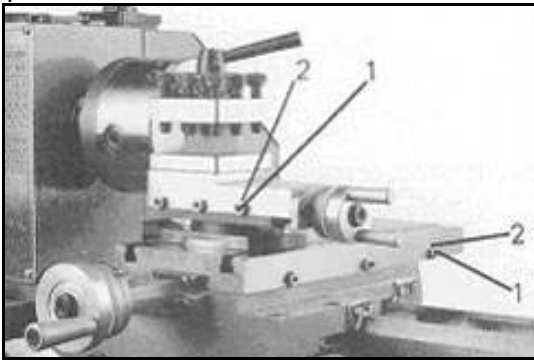

Рис.28
Оба суппорта оборудованы регулировочными планками и могут быть установлены посредством винтов (1, *Рис.28*) и контргаек (2) без зазора.